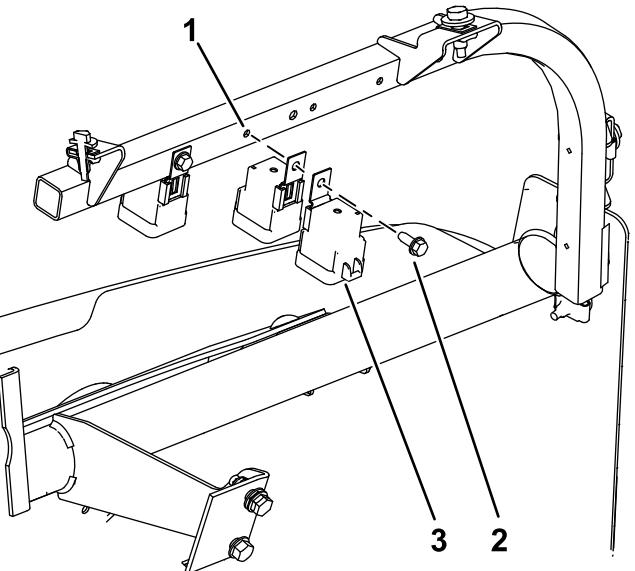

図 15
2. リレー 2 個を背中合わせにする図 15。
3. 2 個のリレーをダッシュサポートチューブの左側に事前に開けられた穴にボルト (1/4 x 5/8") で締め付ける (図 15)。